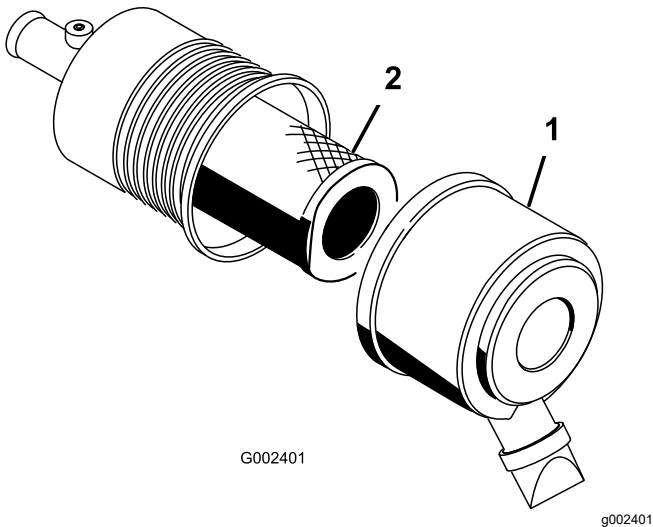

图 55
2. 松开将空气滤清器盖固定到空气滤清器壳体上的搭扣图 55。
3. 从空气滤清器壳体上取下空气滤清器盖 (图 55)。
5. 拆下并更换滤清器图 55。